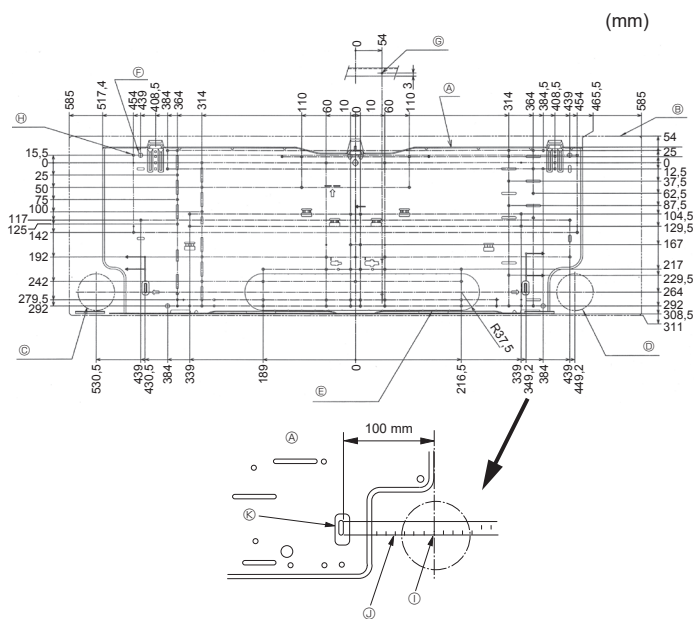

Fig. 3-2
①	Planche d'installation	1	Fixer à l'arrière de l'appareil
②	Vis autotaraudeuses 4 × 25	7
③	Bande de feutre	2
④	Raccord en L	1
⑤	Écrou de charge	1
⑥ *	Télécommande sans fil	1
⑦ *	Support de la télécommande	1
⑧ *	Piles alcalines (AAA)	2
⑨ *	Vis autotaraudeuses 3,5 × 16	2
⑩	Entretoise	1	Utiliser le matériel d'emballage
3.2. Installation de la structure de montage mural (Fig. 3-2)